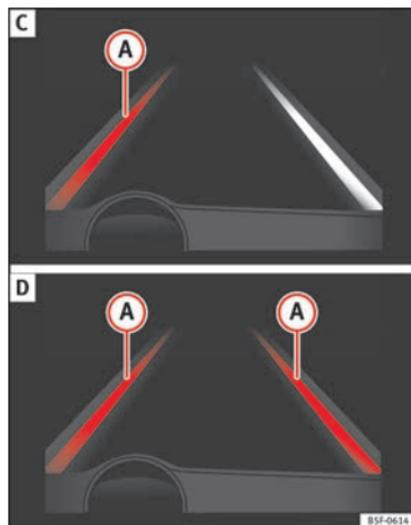

Fig. 213 Sul display del quadro strumenti: indicazione sul display del dispositivo di assistenza per il mantenimento della corsia (esempio 2).
- Il dispositivo è operativo, la linea evidenziata **A** indica il rischio di oltrepassare involontariamente la linea di demarcazione della corsia e sta agendo sullo sterzo per correggere la traiettoria » **fig. 213 C**.
- Le due linee evidenziate **A** si accendono quando entrambe le linee di demarcazione della corsia sono state rilevate e la funzione di guida al centro della corsia è attiva » **fig. 213 D**.